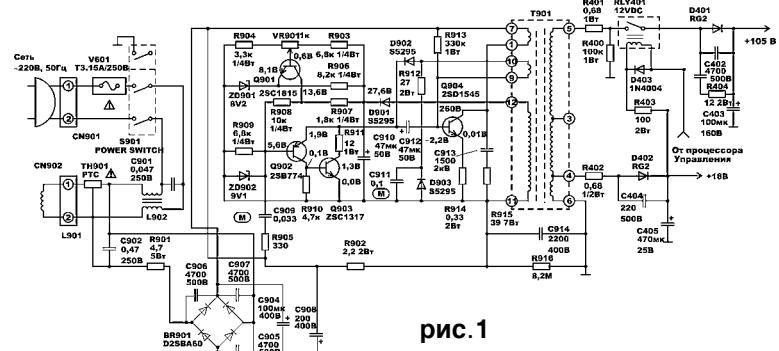

рис.1
- дискретных транзисторах (на **рис.1** приведена очень распространенная схема ИП телевизоров AKAI и многих других фирм);
Источники питания также различаются по типу получения сигнала обратной связи для стабилизации напряжения на нагрузке. На **рис.1** для этого используется
Телевизор AKAI CT-G140D/G205D, китайской сборки, поставлялся в СНГ в 1995..97 г. Его схему найти невозможно, однако схема ИП подобна приведенной на рис.1